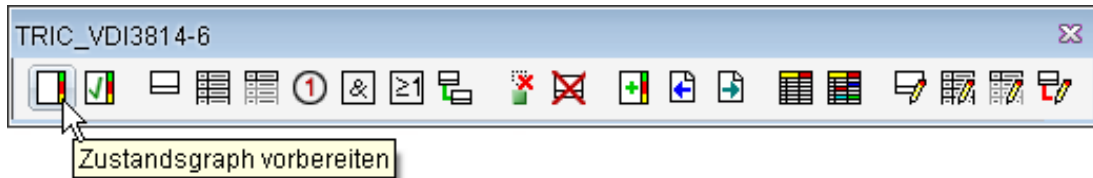

Bild 1.3 – TRIC DB verfügt über eine spezielle Symbolleiste für Zustandsgraphen.
- Klicken Sie auf die erste Schaltfläche der Symbolleiste *TRIC\_VDI3814-6, Zustandsgraph vorbereiten* (Abb. 1.3). Auch ein gleichartig aufgebautes Menü ist vorhanden. Mit dieser Schaltfläche öffnen Sie auch *vorhandene* Zustandsgraphen.